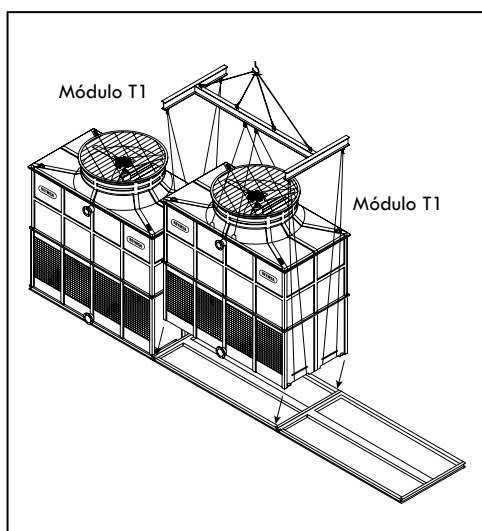

Figura A-101: Levantamiento del segundo módulo T1 en una torre modular (RTGM-B-S y RTGMTC-C2-S)
- B. Siga el mismo procedimiento para instalar el siguiente módulo. Este módulo debe tener solamente entradas de aire por dos lados (lados largos). Ver Figura A-101 como referencia.